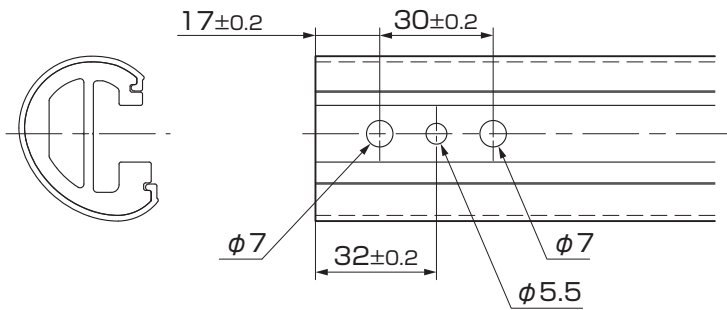

図7-4
- ①ビームを必要な長さに切詰めてください。
- ②切断面から「図7-4」の寸法位置に穴加工をしてください。